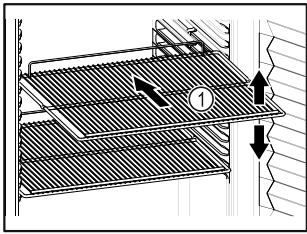

Fig. 78 Primjer izgleda
- ❑ Ako su rešetke za polaganje Fig. 78 (1) pomične, prilagodite ih po visini.